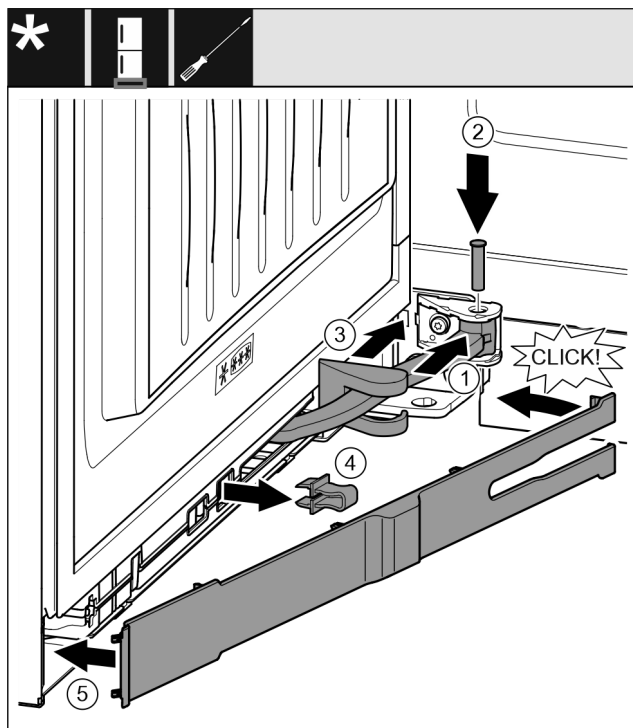

Fig. 47
- ▶ Okrenite zglob u ovjesu. Fig. 47 (1)
- ▶ Pomoću odvijača T15 stavite svornjak u ovjes i zglob. Pritom pazite da ispušćenje za blokiranje ispravno dosjedne u utor. Fig. 47 (2)
- ▶ Pomaknite pokrov podloška ležaja uzduž zgloba i montirajte ga iznad ovjesa. Fig. 47 (3)
- ▶ Skinite osigurač. Fig. 47 (4)
- ▶ Postavite masku na strani prijanjanja i zakrenite ju prema unutra. Fig. 47 (5)